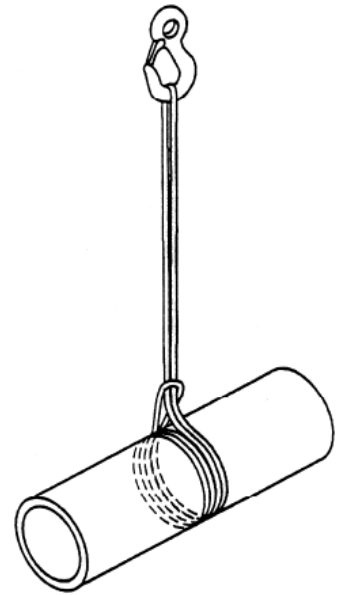

Fig. 1
- Quando un'imbracatura viene utilizzata con nodo a strozzo, deve essere posizionata in modo da consentire la formazione dell'angolo naturale (120°) ed evitare lo sviluppo di calore per attrito. Un'imbracatura non dovrebbe mai essere forzata in posizione né si dovrebbe tentare di stringere il morso. Il metodo corretto per assicurare un carico in un nodo a doppia strozzatura è illustrato nella Fig. 1. Il nodo a doppia strozzatura fornisce maggiore sicurezza e aiuta a prevenire lo scivolamento del carico attraverso l'imbracatura.